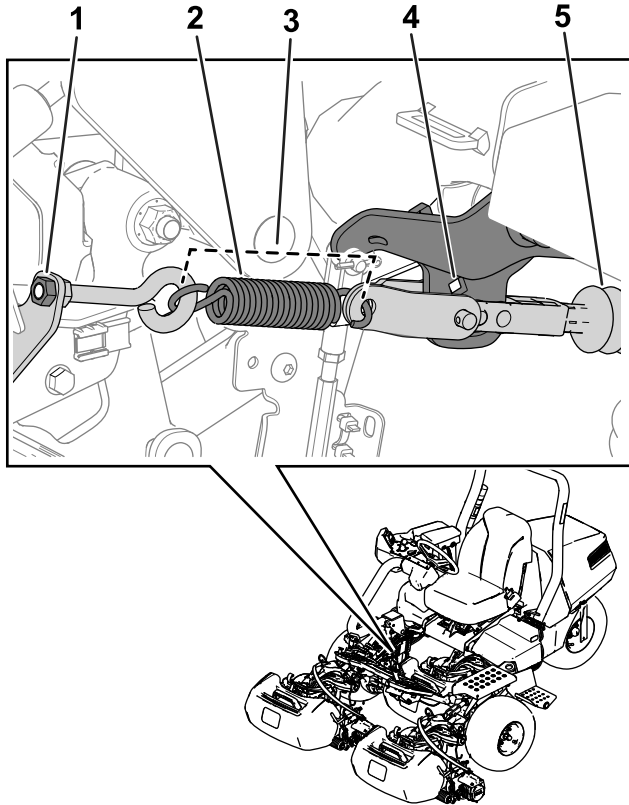

Bild 37
Hinweis: Weitere Informationen zu dieser Vorgehensweise finden Sie auf Bild 37.
5. Lösen Sie die Spannung auf die Feder, indem Sie die Mutter lösen, mit der die Öse an der Federhalterung befestigt ist (Bild 37).
3. Setzen Sie die Feder ein, siehe Bild 37.
4. Ziehen Sie die Ösenmutter auf eine Federlänge von 11,4 cm fest, wenn sie installiert ist (Bild 37).